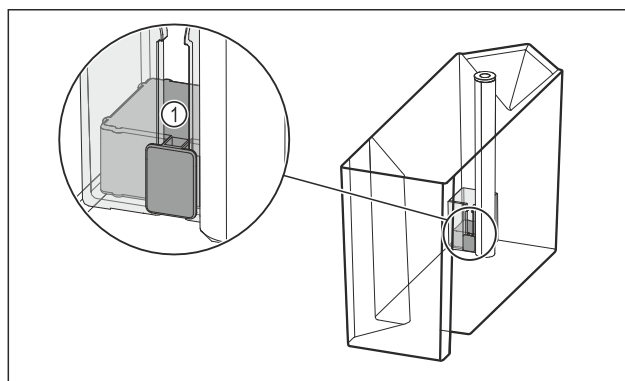

Fig. 98
- ▶ Проверьте, не застрял ли поплавок Fig. 98 (1).